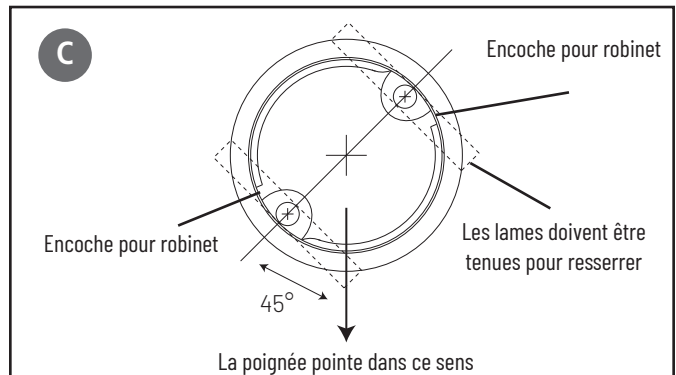

Figure 5
- C) Regardez vers le bas à travers la base pour cette étape. Avant de resserrer les boulons, déterminez la rotation correcte de la base. La poignée doit faire un angle de 45° avec les têtes de boulon. Voir la figure 5 pour déterminer la meilleure position pour l'installation.